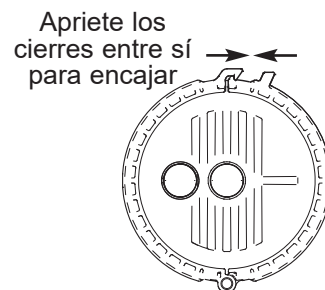

FIG. 15
9. Deslice el conjunto de la tapa hacia abajo sobre las tomas del cartucho de repuesto hasta que quede asentado en forma plana en la parte superior del vaso colector, luego trabe la abrazadera en el vaso colector apretando los cierres entre sí, tal como se muestra en la Fig. 15, hasta que encajen. La abrazadera no encajará si el cartucho y el vaso colector no están correctamente asentados y alineados.